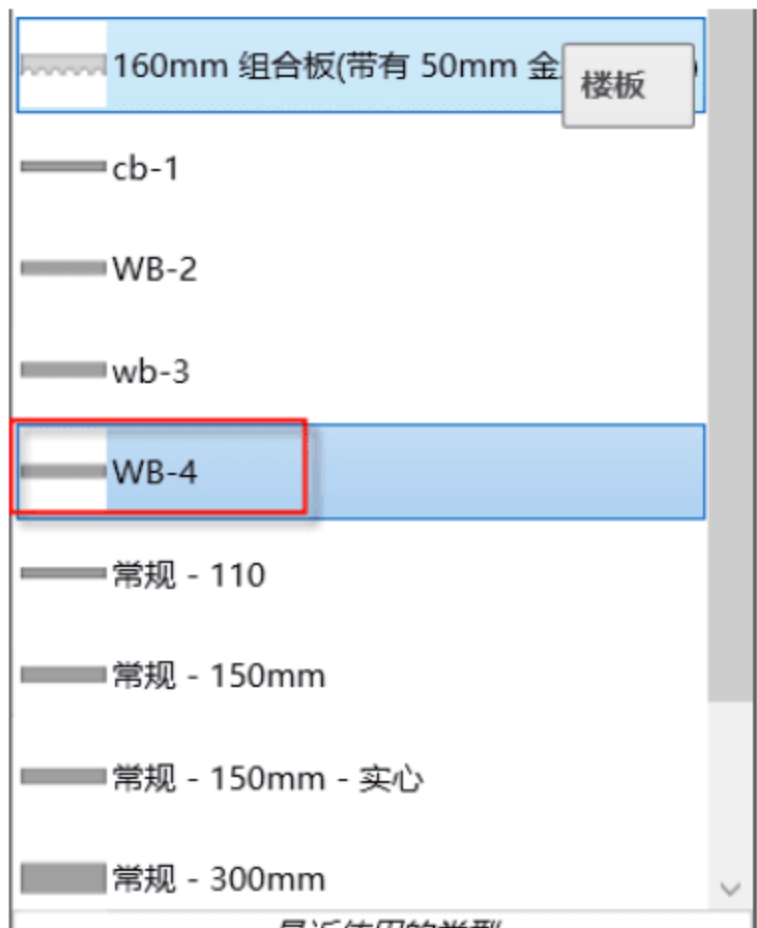

图 5.3.35 选择板类型
(8) 绘制雨蓬板。按快捷键 S+B（绘制板命令），在“属性”面板中选择“WB-4”板类型，如图 5.3.35 所示，接下来开始绘制雨蓬。